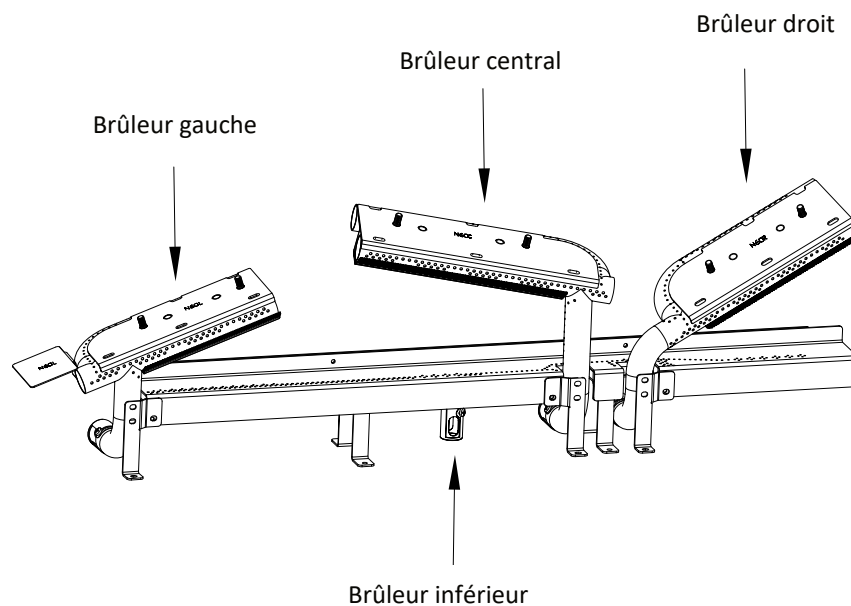

Figure 2.1 - Identification des brûleurs
- La Figure 2.1 permet d'identifier la position des différents brûleurs décrits dans ce manuel, dont les caractéristiques sont propres à leur position (ex. tailles d'orifice, réglages de venturi, etc.).